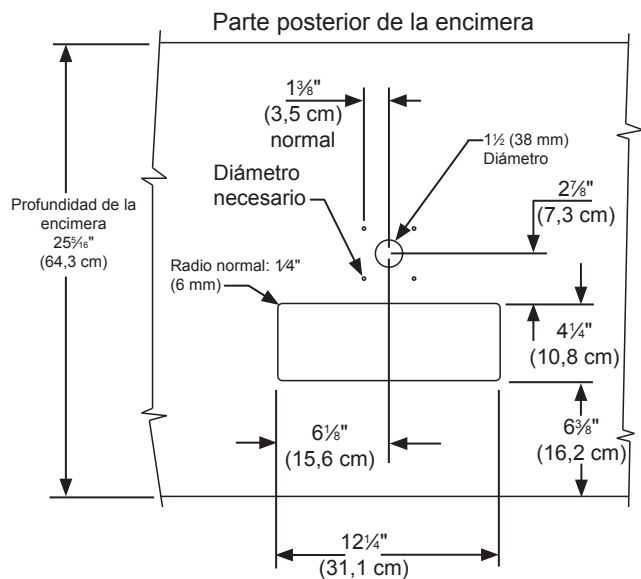

Figura 31
4. Si va a instalar su refrigerador de barriles bajo una encimera, tendrá que perforar 5 agujeros en ella para montar la torre. El primer agujero, ubicado en el centro de la torre, tiene $1\frac{1}{2}$ " de diámetro y permite conectar la tubería de cerveza. Está ubicado a aproximadamente $13\frac{1}{2}$ " (34,3 cm) del borde delantero de la encimera (para una encimera de $25\frac{5}{16}$ " [64,3 cm] de profundidad). A continuación, perfora los 4 agujeros para el montaje de la torre de acuerdo con las medidas indicadas en la Figura 31. El diámetro de estos agujeros depende del material de la encimera y si se requieren, o no, anclajes para los tornillos. Los tornillos suministrados (tipo AB de acero inoxidable n.º 10 x 1") están incluidos con los manuales. Marque y realice el corte rectangular para el sumidero de drenaje. Después de perforar los agujeros y colocar el refrigerador de barriles en su lugar bajo la encimera, pase la tubería de cerveza a través de la junta de la torre, el agujero de $1\frac{1}{2}$ " de la encimera y el agujero de la parte superior del refrigerador. Monte la torre en la encimera con los 4 tornillos suministrados. Coloque el sumidero de drenaje (se encuentra con los manuales de la unidad) en la encimera, en el agujero rectangular (el recorte redondeado del sumidero debe quedar hacia atrás, rodeando la torre) y coloque la rejilla en el sumidero.
Las medidas del corte indicadas en la Figura 31 están basadas en una encimera de $25\frac{5}{16}$ " (64,3 cm) de profundidad. La profundidad de su encimera puede ser diferente a esta; si este es el caso, deberá modificar las medidas. Para definir las medidas requeridas, consulte las dimensiones del producto en las Páginas 6 y 7.